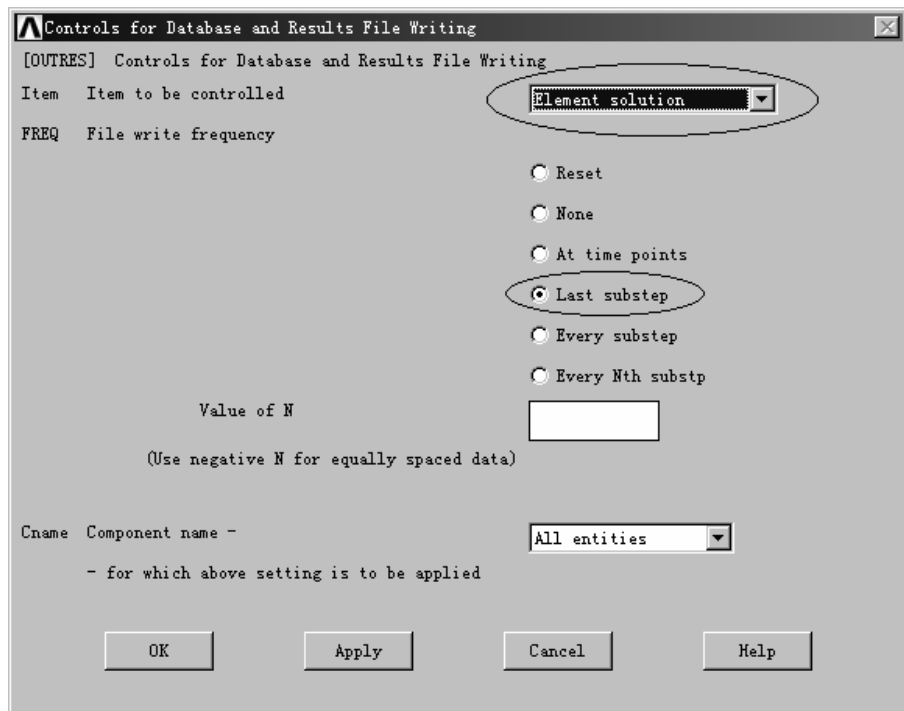

图 1-58 数据库和结果文件输出控制对话框
(3) 数据库和结果文件输出控制。选择路径 Main Menu→Solution→Load Step Opts→OutputCtrls→DB/Results File, 弹出“Controls for Database and Results File Writing”数据库和结果文件输出控制对话框(图 1-58)。在“Item to be controlled”后的下拉菜单中选择“Element solution”, 检出并确认在“File write frequency”下面的单选框中选择了“Last substep”, 单击“OK”按钮, 把最后一步的单元求解结果写到数据库中。